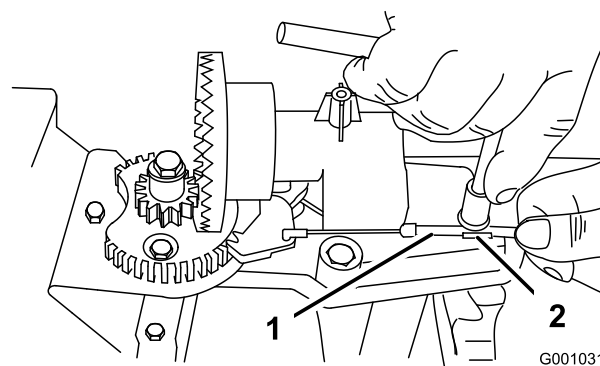
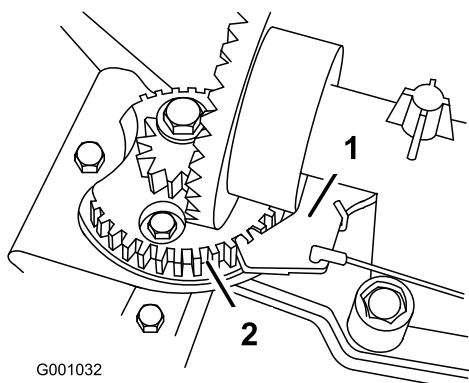

Figure 51
Figure 52
2. Desserrez le boulon du serre-câble (Figure 51).
3. Saisissez la gaine du câble et déplacez-la vers l'avant de la machine jusqu'à ce que le cliquet de verrouillage de l'éjecteur s'engage complètement dans les dents du secteur (Figure 51 et Figure 52).
Remarque: Le cliquet est rappelé par ressort et s'engage naturellement dans les dents du secteur (Figure 52).